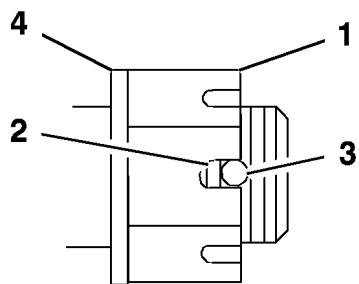

Bild 50
4. Ziehen Sie die Schlitzmutter mit 170 Nm an (Bild 50).
5. Überprüfen Sie den Abstand vom unteren Schlitzende in der Mutter zur Innenkante der Öffnung. Es sollten maximal zwei Gewinde sichtbar sein (Bild 50).
7. Ziehen Sie die Schlitzmutter mit 170 Nm an (Bild 50).
8. Ziehen Sie die Mutter an, bis die nächste Schlitzreihe auf einer Linie mit der Öffnung im Schaft liegt (Bild 50).